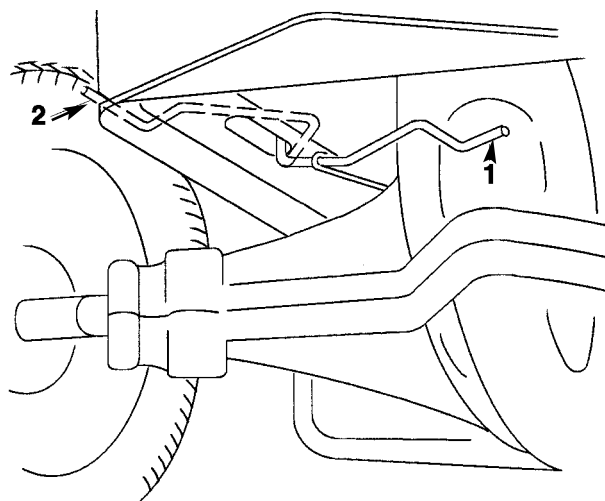

Figure 11
2. Mettre le câble de commande de transmission sur "PUSH" (POUSSER). Cela engage la transmission et permet aux roues de tourner librement (Fig. 11).
1. Mettre le câble de commande de transmission sur "Operate" (Marche). Cela engage la transmission (Fig. 11).